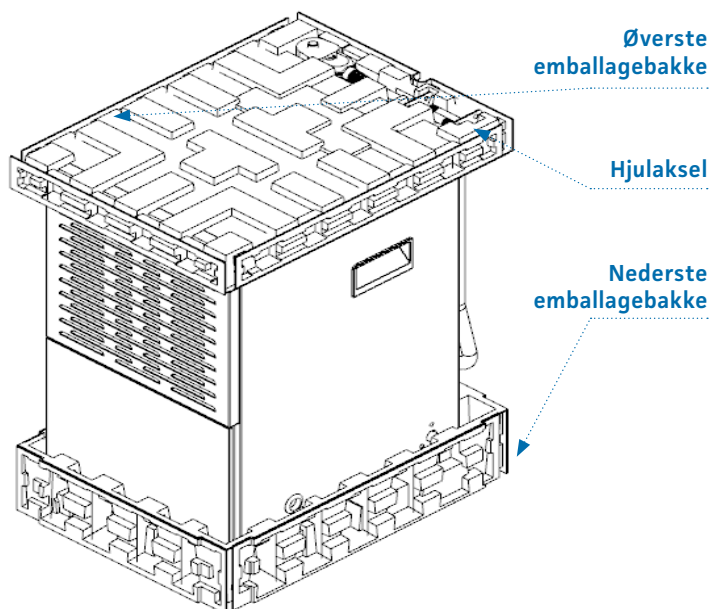

Figur 2
1. Montering af det øverste bøjlehåndtag: Som vist i figur 2 fjernes de fire skruer fra den øverste del af affugterens kabinet, hvorefter det øverste bøjlehåndtag drejes 180° opad. Fastgør det øverste bøjlehåndtag med de skruer, der blev fjernet tidligere.